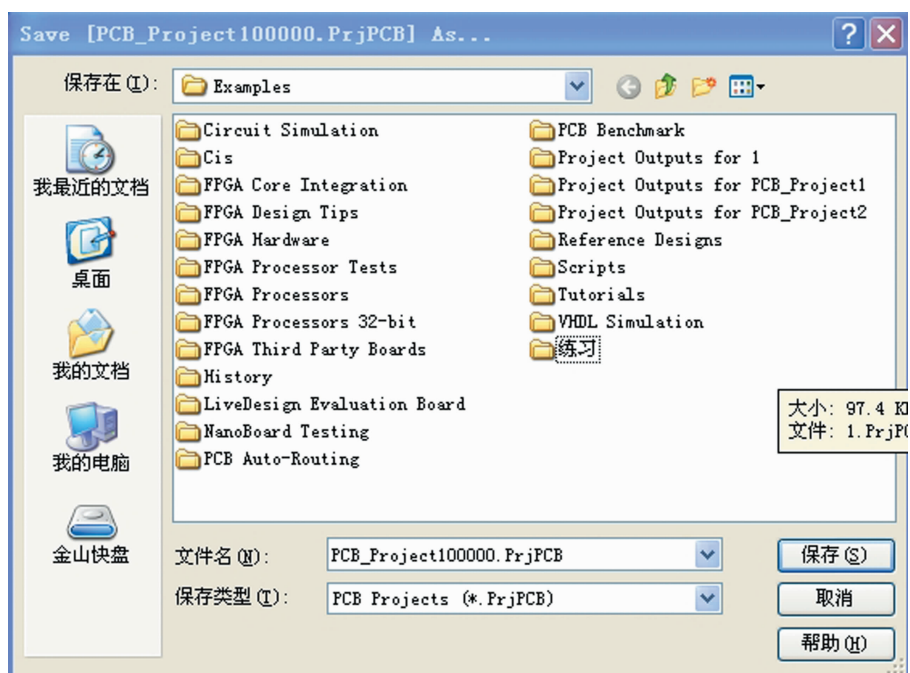

图 1.3 打开一个项目或者文件对话框
- Open a project or document: 打开一项设计项目或者设计档。单击该选项, 将弹出如图 1.3 所示对话框。